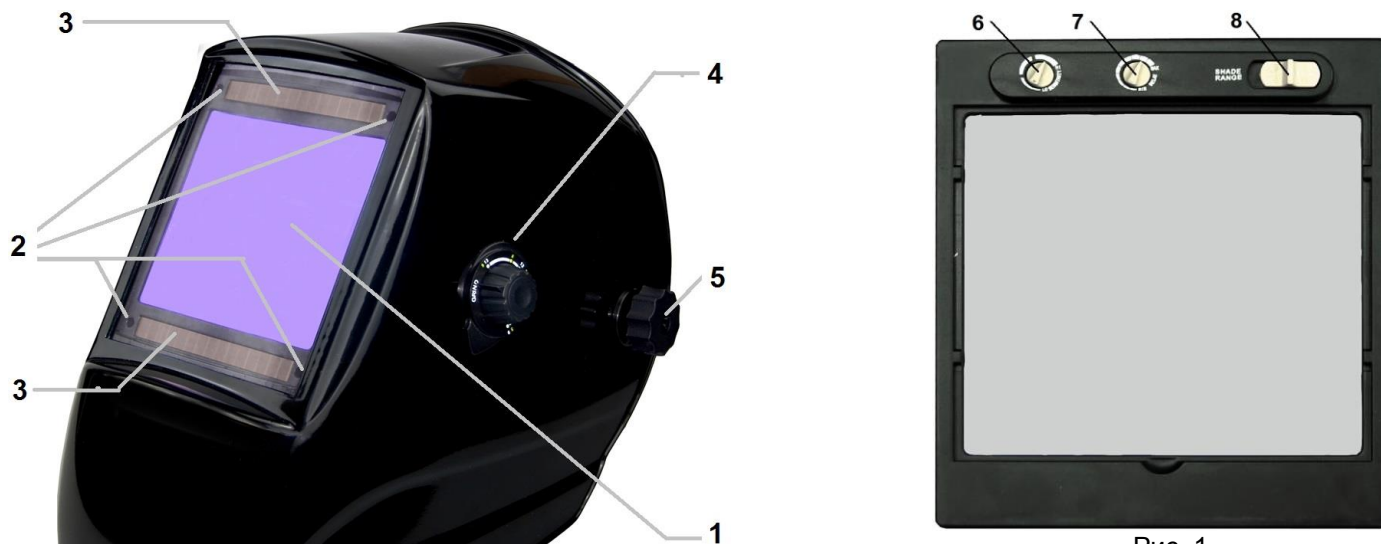

Рис. 1
- 4.3 Выбор уровня затемнения. Иницируя дугу, светофильтр темнеет мгновенно. В соответствии с техническими требованиями, пользователь может установить уровень затемнения вращением регулятора 4 рис. 1,
4.5 Установка уровня чувствительности (только для моделей PRIMA, ALPHA, BETA). Вращая рукоятку выбора уровня чувствительности 6 (рис. 1) на внутренней стороне светофильтра, можно изменить чувствительность к изменениям внешнего освещения. Переключение на MIN: фоточувствительность датчиков уменьшается. Эта установка идеально подходит для сварки на больших токах и в условиях яркого освещения (искусственного или солнечного света). Переключение на MAX: подходит для сварки на малых токах и/или при условии скудного освещения. Подходит для аргонно-дуговой сварки. Если маска используется в нормальных условиях, установите чувствительность примерно посередине.
4.6. Для маски PRIMA доступна функция выбора диапазона регулирования уровня затемнения. Для выбора диапазона DIN 5-9 переведите переключатель 8 рис.1 влево, для выбора диапазона DIN 9-13 – переведите переключатель вправо. Регулировку уровня затемнения производите регулятором 4, на котором нанесено 2 шкалы. Диапазон DIN 5-9 (более светлый светофильтр) используйте для сварки на малых токах, особенно при аргонно-дуговой сварке.